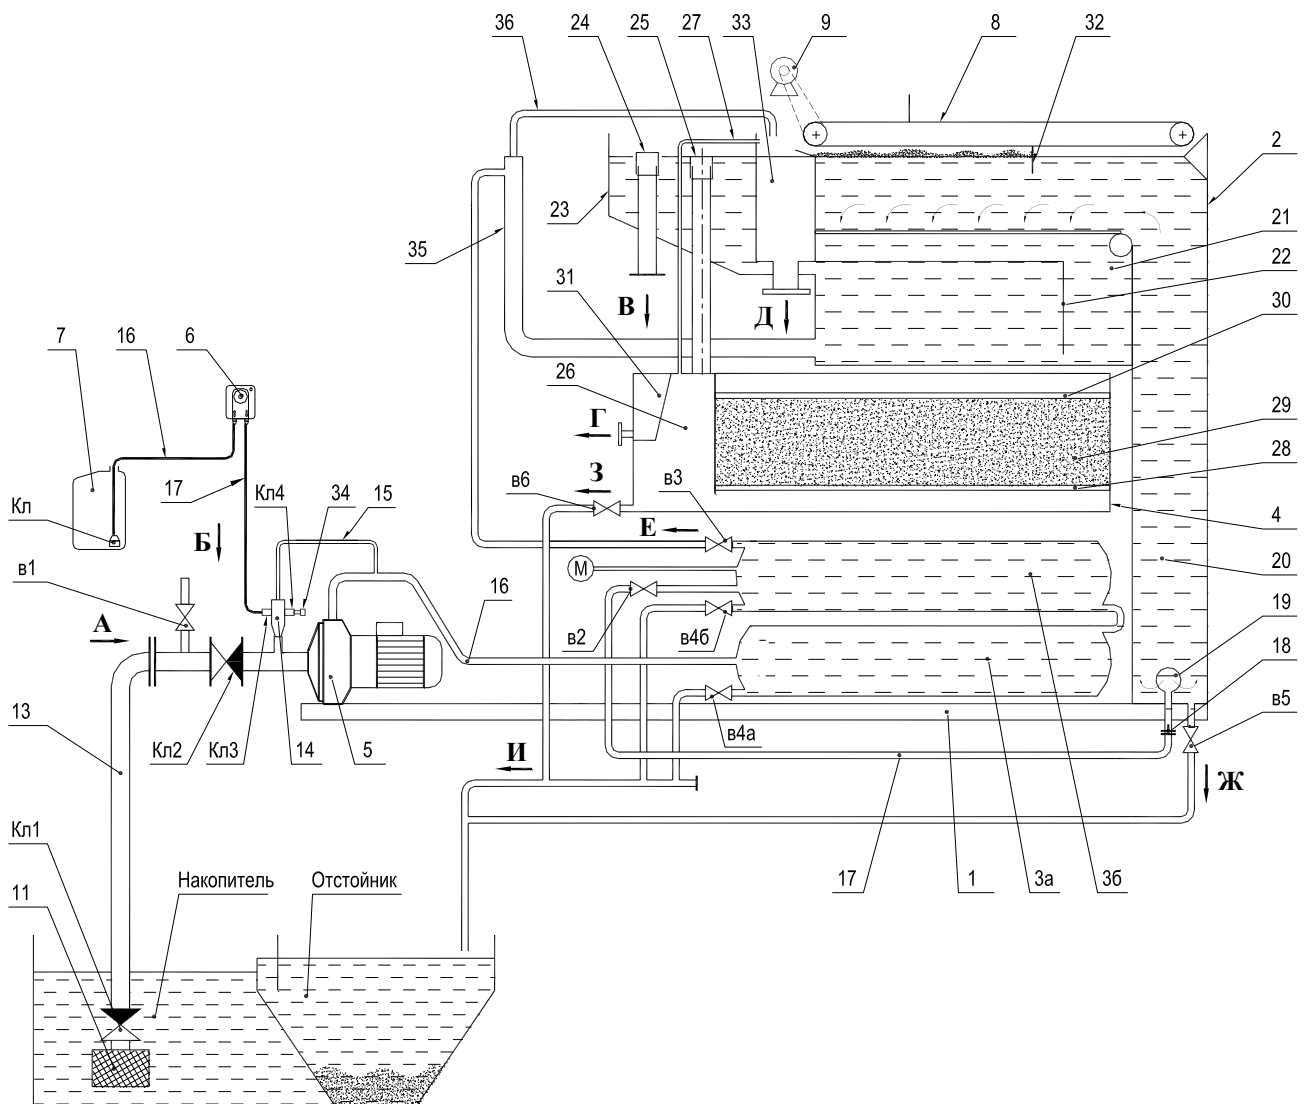

Рис.2. Технологическая схема установки ФФУ-15
Описание работы установки дано по технологической схеме рис. 2.
Правильность установки можно проверить при заполнении емкости водой. Выступающая часть шламового козырька в кармане **33** (см. рис. 2) должна быть одинаковой по всей длине.
5.7. Насос-дозатор **6** закрепить на кронштейне с правой стороны установки. Трубки подачи реагента **16, 17** соединить согласно схеме рис. 2. Электропитание дозатора подключить в монтажную коробку.
6.2. Закрыть краны **в4_{а,б}, в5, в6** (рис.2), закрыть дроссель **34**.